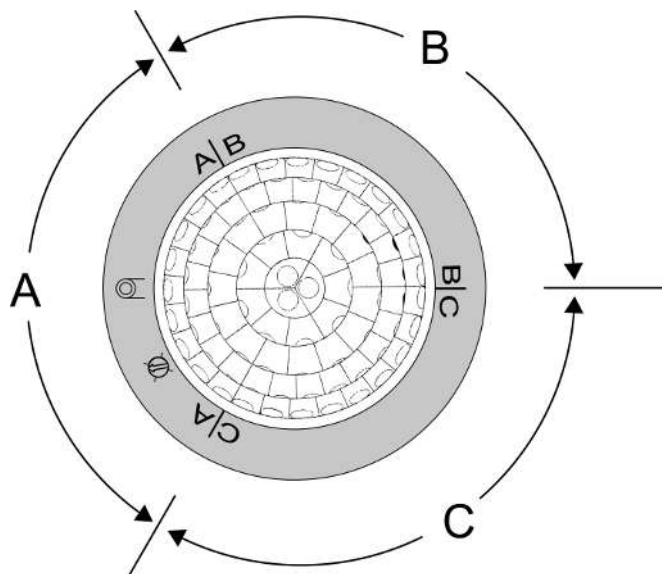

Bild 6: Anordnung der Bereiche A, B und C
- Anschlusskasten (1) so ausrichten, dass die Bereiche A, B und C zu den baulichen Gegebenheiten passen. Die Anordnung ist unter dem Zierring ersichtlich (siehe Bild 6).